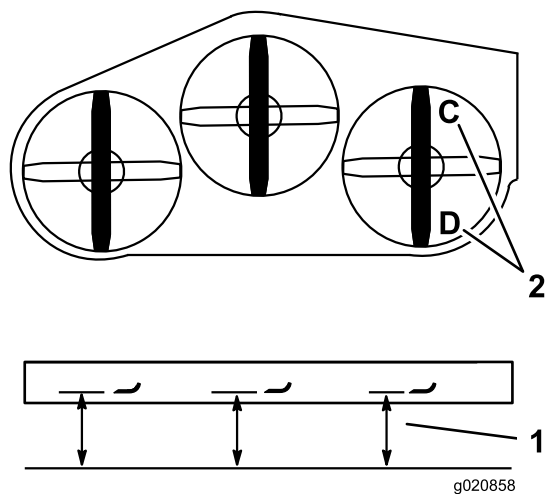

Figura 84
- Disponete la lama destra in posizione longitudinale rispetto alla macchina (Figura 84).
- Misurate la lama destra al punto **C** da una superficie piana fino al tagliente della punta della lama e annotate la misura rilevata (Figura 84).
- Misurate la lama destra al punto **D** da una superficie piana fino al tagliente della punta della lama e annotate la misura rilevata (Figura 84).
- La lama del tosaerba deve essere da 6 a 10 mm più bassa al punto **C** rispetto al punto **D** (Figura 84). In caso contrario eseguite la seguente operazione.